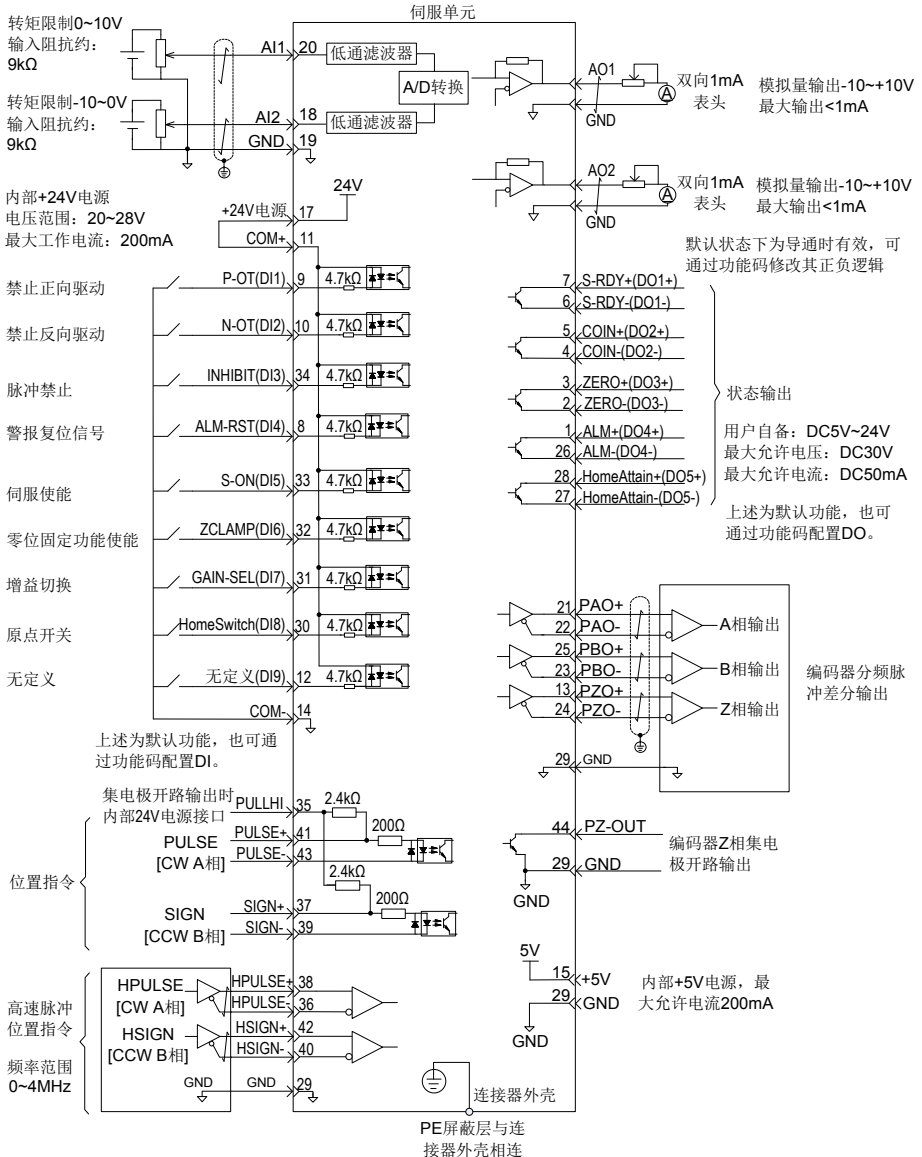

图 4-2 位置模式配线图
3. 参考图 4-2 配线说明连接 CN1 端子中的脉冲方向输入和脉冲指令输入以及必要的 DI/DO 信号，如何使能，定位完成信号等。